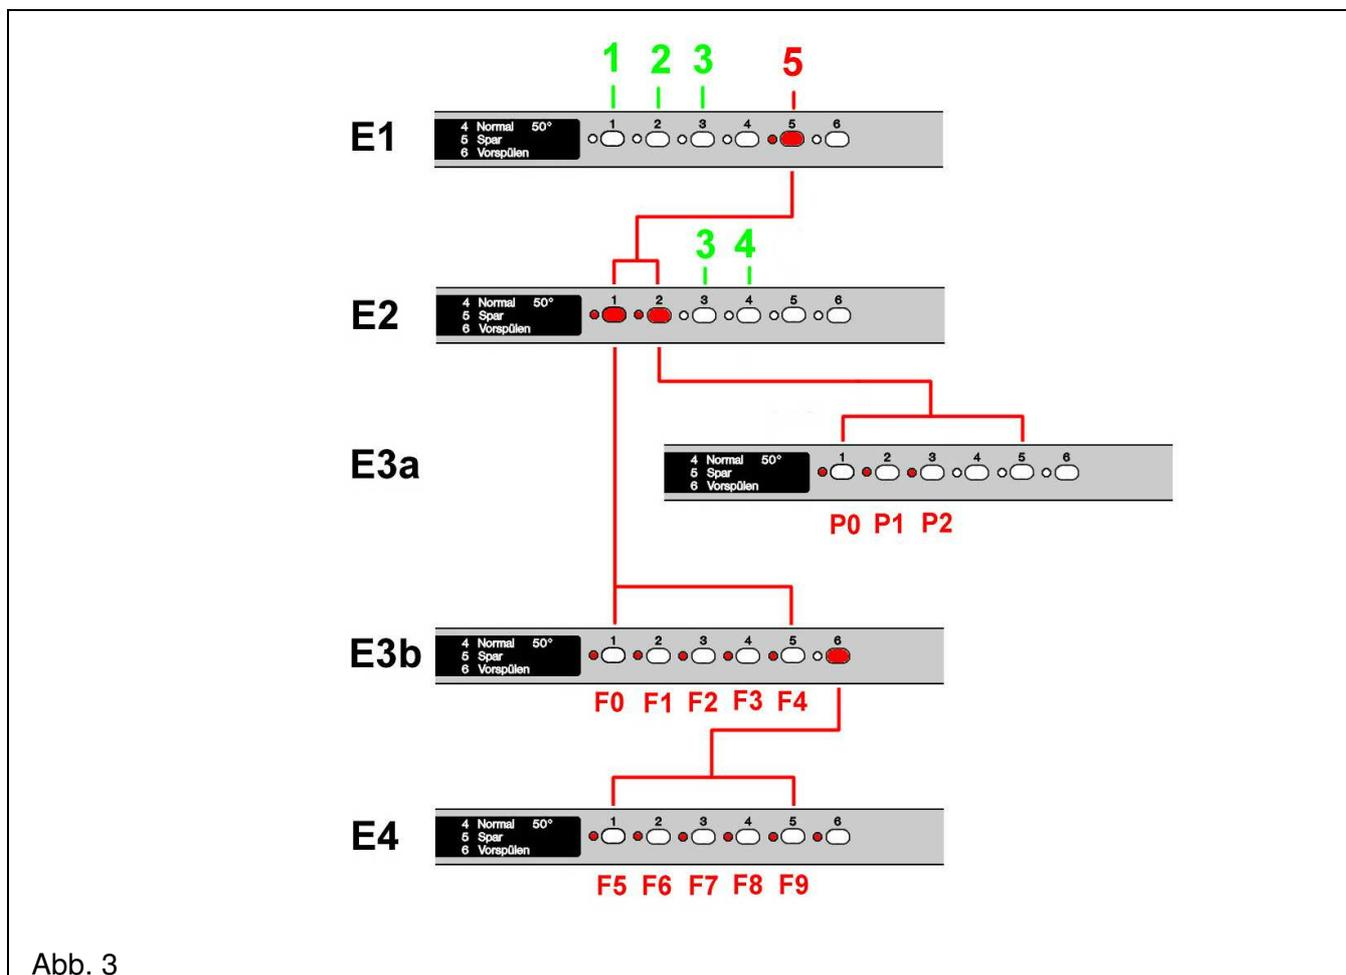

Abb. 3
- Taste **2** (Tasten-LED 2 blinkt) drücken. Abb. 3
- Taste 2 (**Tasten-LED 2 blinkt**) drücken. Abb. 3
- Ein Programm wählen (Taste **1- 5**), Sichtscheibe für Geschirrspüler einsetzen und den Türkontaktschalter schließen. Abb. 3
- Durch Drücken der Umschalt-/Speichertaste **6** werden die Schritte weitergeschaltet. Abb. 3
### b) Das Prüfprogramm wird mit der Taste **6** angewählt. Abb. 3
- Der Servicemodus 2 ist in den Ebenen **E1** bis **E4** unterteilt. Abb. 3
**Beispiel Fehlerabfrage** Abb. 3